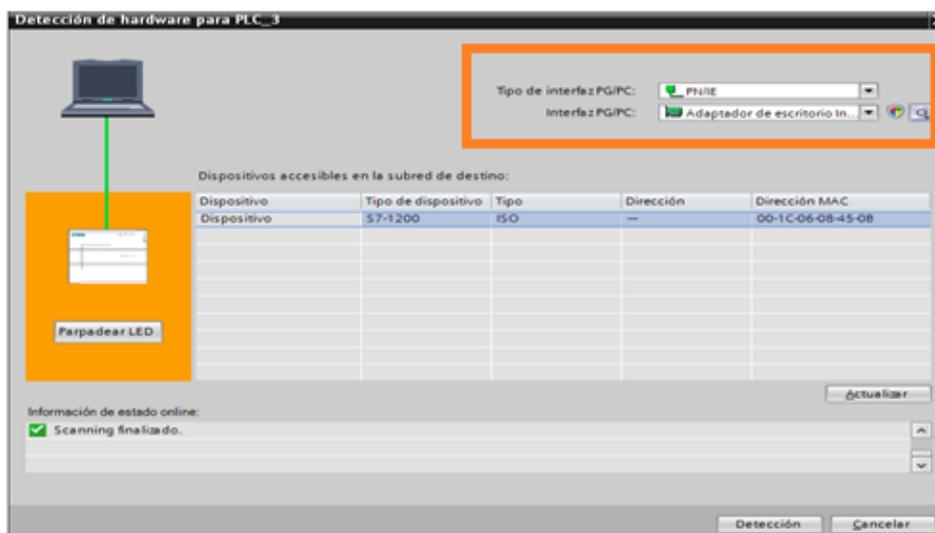

Figura 8. Detección de Hardware.
**5.11.** Después de dar clic en “determine” se despliega la pantalla de la Figura 8. En la cual se va a seleccionar la tarjeta de red de la PC. En la parte superior derecha seleccionar la tarjeta de conexión Ethernet, luego de esto empieza a detectar los dispositivos que estén conectados automáticamente.